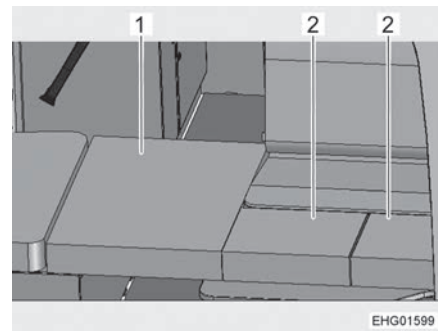

Bild 146 Efter ombyggnaden
- Lägg den stora extra dynan (Bild 146,1) på stödbrädan i gången.
- Lägg de små extra dynorna (Bild 146,2) på bordet.